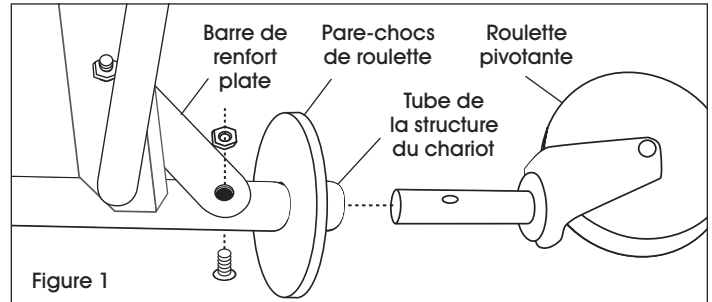

Figure 1
1. Retirez le boulon de la barre de renfort plate située sur le tube de la structure du chariot. Desserrez l'autre boulon si nécessaire. (Voir Figure 1)